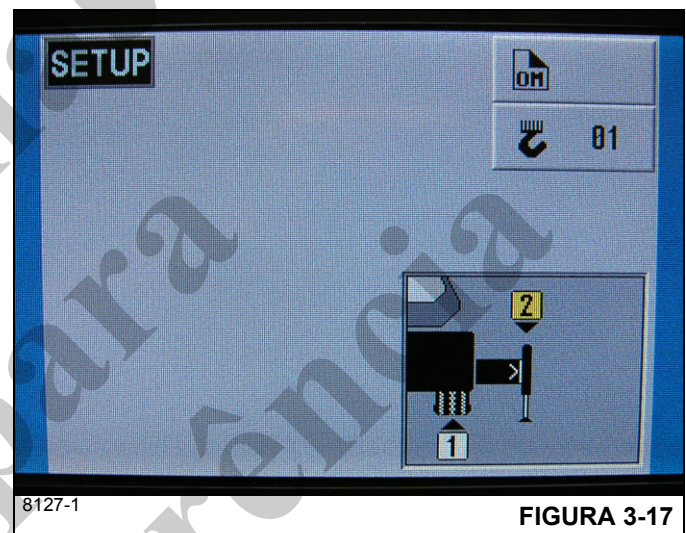

FIGURA 3-17
**NOTA:** A Figura 3-17 ilustra os quatro estabilizadores na posição semiestendida como indicado pelo OMS e RCL.